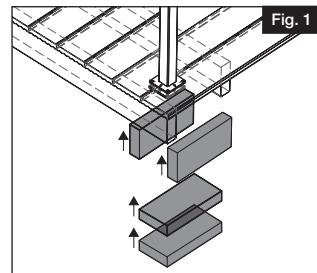
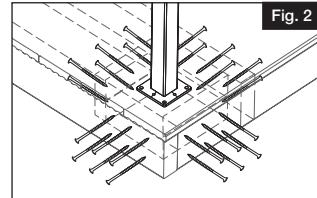

Fig. 1
Fig. 2
- À chaque emplacement de poteau, placer au moins deux blocs de 2 po x 8 po/50 mm x 203 mm (Fig. 1) fixés au moyen d'au moins trois vis no 10 x 3½ po/88,9 mm (vendues séparément). Enfoncer les vis à travers les solives en s'assurant qu'elles pénètrent au moins 1½ po (38,1 mm) dans les blocs (Fig. 2).